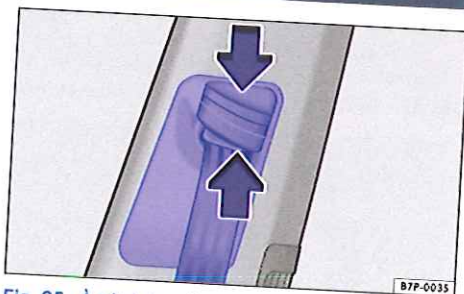

Fig. 85 À côté des sièges avant : réglage en hauteur de la ceinture.
- Comprimez la ferrure d'inversion dans le sens des flèches et maintenez-la comprimée → fig. 85.